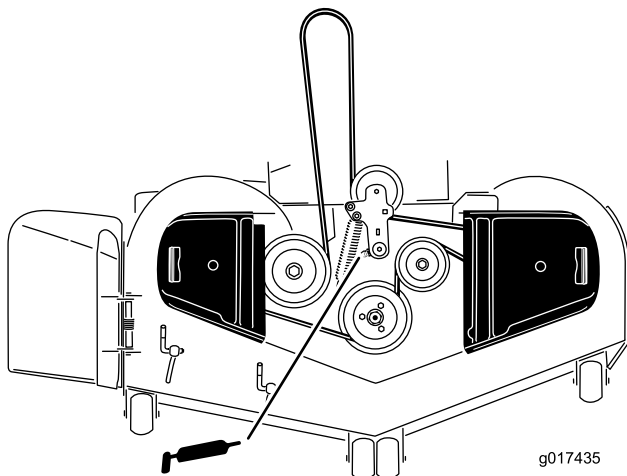

Figura 38
4. Lubrificate il perno della puleggia tendicinghia del piatto di taglio finché non fuoriesce grasso dalla parte inferiore (Figura 38).